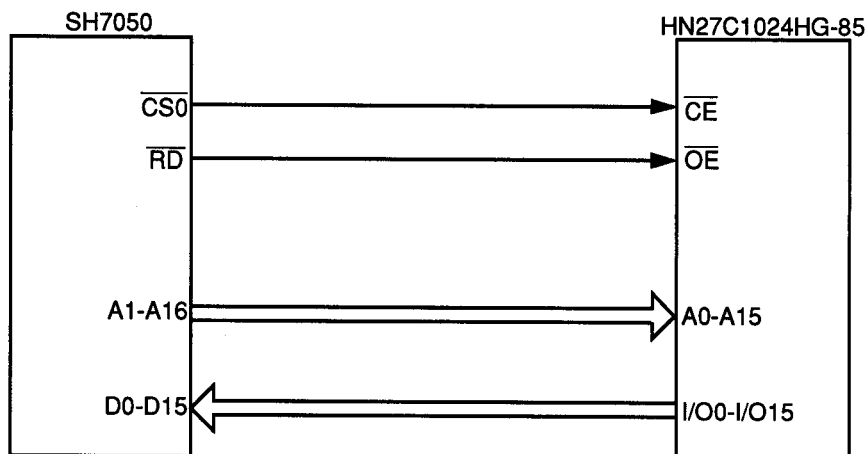

図1 SH7050およびHN27C1024HG-85 接続ブロック図
- (1) 図1に示すように、SH7050のモード1(内蔵ROM無効拡張モード)により、1Mビット(64k×16ビット) EPROM(HN27C1024HG-85)とのインタフェースを行います。